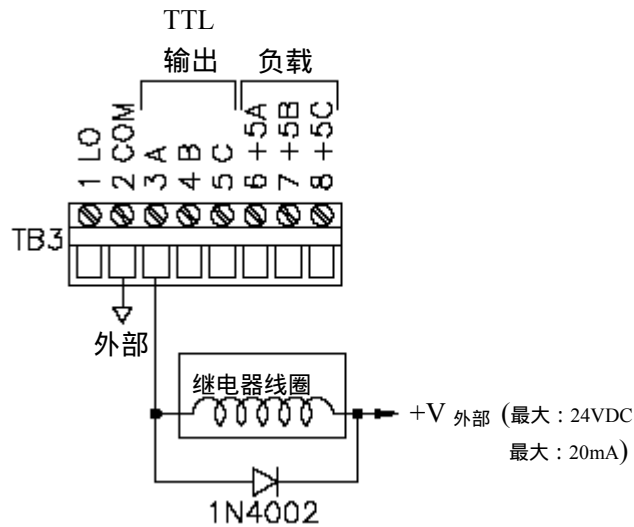

图 2-10 用于直流继电器线圈驱动操作的 TTL 输出连接
由于 TTL 输出是开放式的集电极输出，它们可以用作通过某设备的开关电流，例如直流 (DC) 继电器线圈。参考图 2-10 的接线排列方法，使用 TTL 输出 A 作为直流继电器线圈驱动。这个连接要求有外部电源和一个适当的二极管。